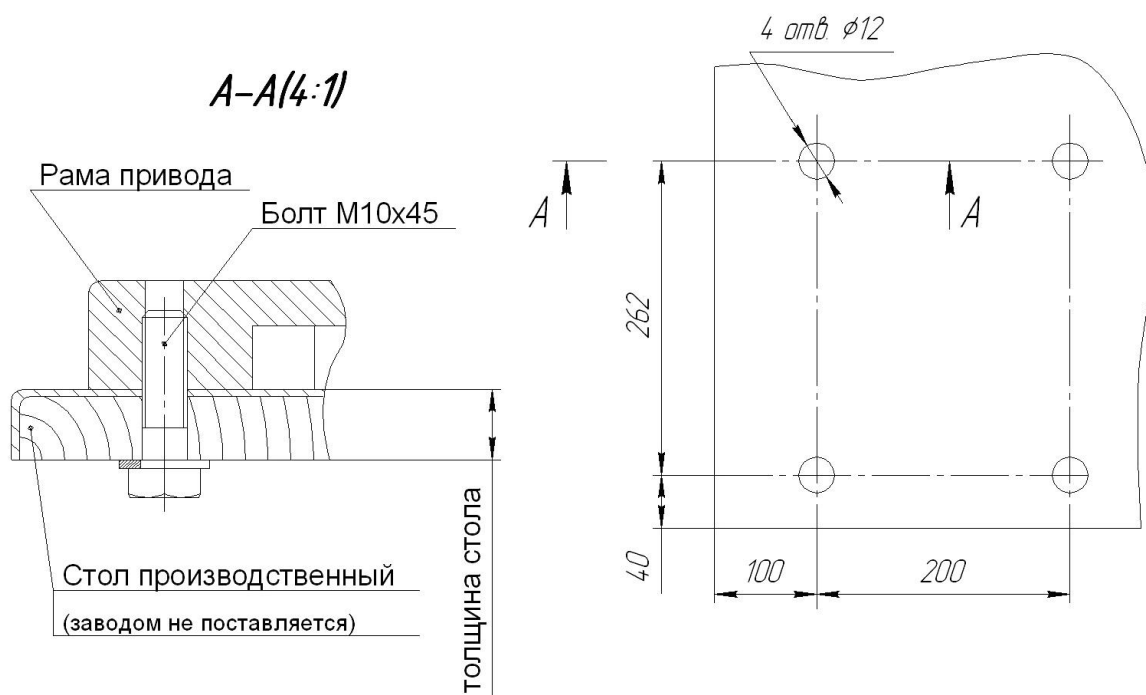

Рисунок 2 – Схема установки привода на столе
- б) в плите стола просверлите 4 отверстия (*рисунок 2*);